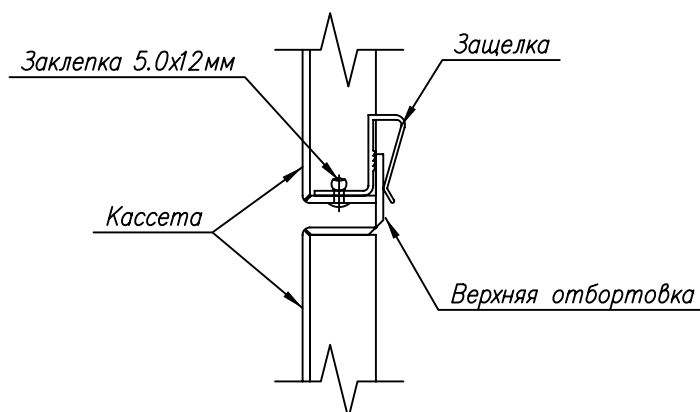

Рис. 5. Соединение кассет защелкой
4.2. На кассету к нижней отбортовке крепится заклепкой 5.0x12мм алю/нерж защелка АВ-7 с шагом по горизонтали не более 500мм. Затем кассета вешается и защелка садится на верхнюю отбортовку нижней кассеты (рис. 5).